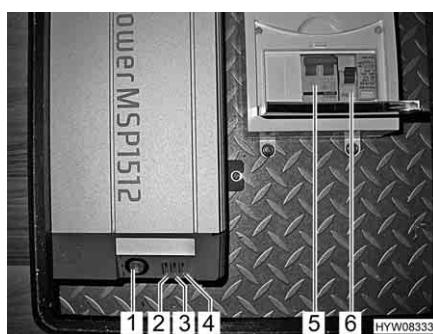

Fig. 73 Invertitore e altre scatole dei fusibili
- Se il veicolo è collegato all'alimentazione a 230 V, premere il tasto di controllo sull'interruttore di sicurezza per correnti di guasto (Fig. 73,6). L'interruttore di sicurezza per correnti di guasto (FI) deve scattare.